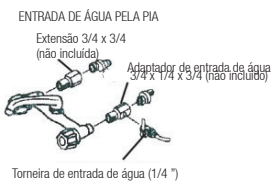

FIGURA A-2
2. Uma vez que a água restante foi purgada dos canos, instale o adaptador de entrada de água de 3/8 ", fixando-o com fita de Teflon (figura A-2).